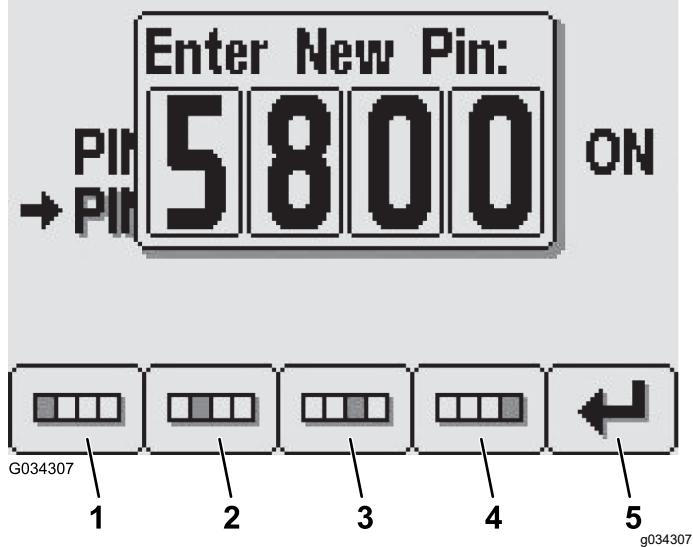

Figura 28
- Nella schermata di inserimento del PIN nuovo, premete i pulsanti da 1 a 4 per inserire il nuovo codice PIN. Quando completerete l'inserimento del PIN, premete il pulsante 5 (Figura 28).